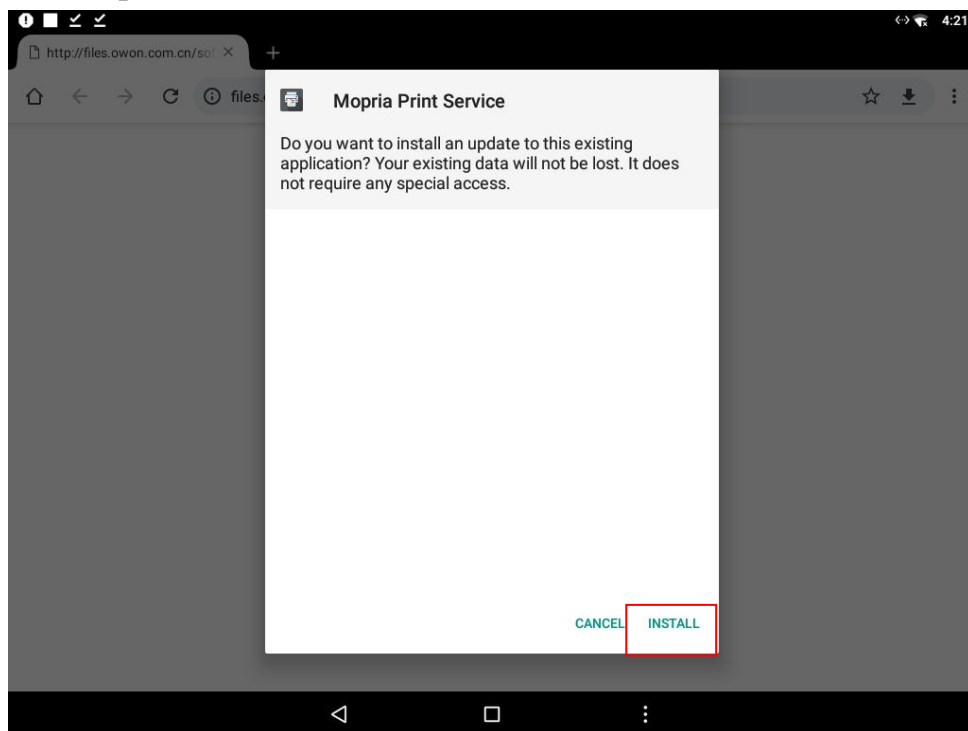

図3
③「インストール」をクリックすると、図 3 に示すように、印刷アプリのインストールが開始されます。